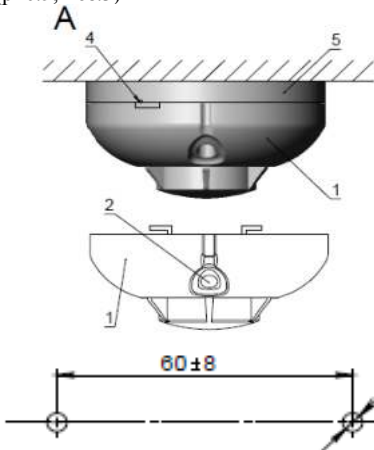

Рисунок 2
5.1 Для монтажа к поверхности несущих конструкций используется база (рис.2). Для монтажа базы, в поверхности просверлите 2 отверстия по разметке на рис. 2 и закрепите базу с помощью дюбелей и винтов, или саморезов.